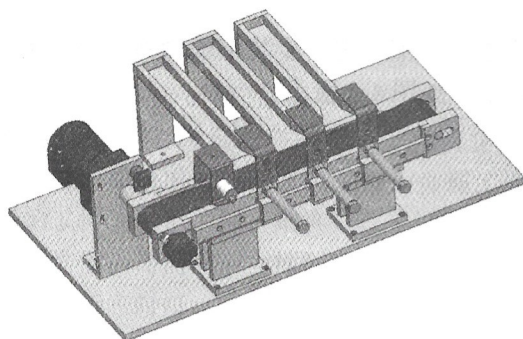

图 4-4 机械部件安装完成后的效果
(3) 完成推料气缸支架、推料气缸、传感器支架、出料槽及支撑板等的装配，效果如图 4-4 所示。